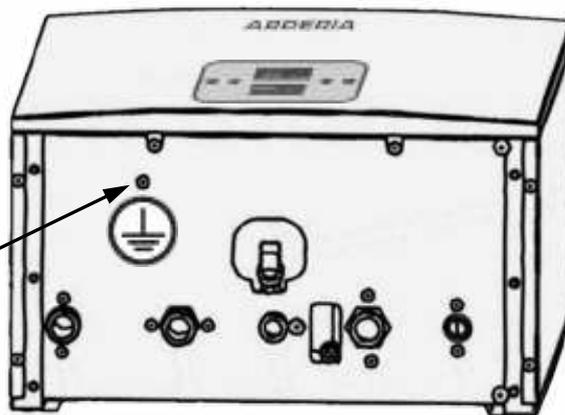

Рис. 17 Заземляющий контакт.
- Если котёл подключается к электросети, не имеющей заземляющего провода, можно к заземляющему контакту, располагающемуся на корпусе котла, присоединить отдельный заземляющий провод, то есть заземлить котёл отдельным контуром заземления. Заземляющий контакт находится в нижней части корпуса (рамы) котла (См. Рис. 17).